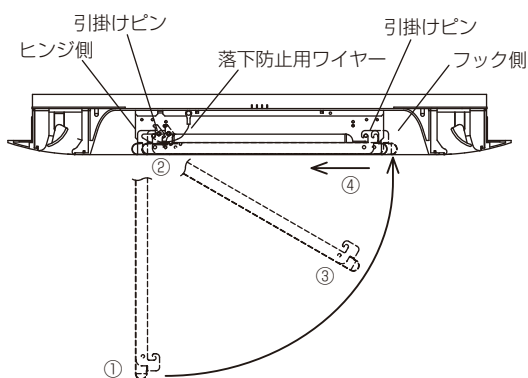

図17
※サービスパネルの取付けの項の図17を参照ください。
サービスパネルを図17の①～④の順番に動かして取付けます。